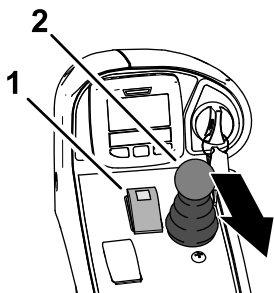

Рисунок 46
- Переведите выключатель VOM в положение ВЫКЛ (Рисунок 46).